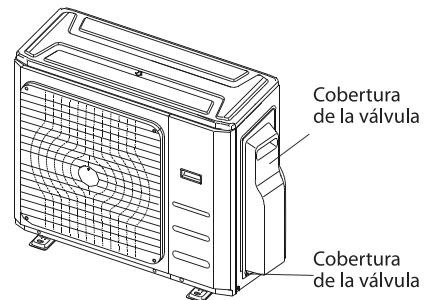

Fig. 7.9
1. Desatornille la tapa de cobertura de la válvula, al costado de la unidad. (vea la fig. 7.9)